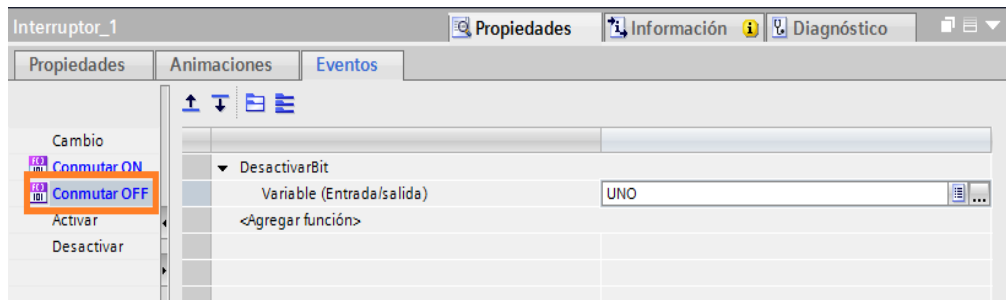

Figura 145: Selección de variable desactivado por bit.
14. Para ingresar la variable por la cual se enviará los datos, dar clic en el cuadro ingresar datos. En la parte inferior aparece una venta “Proceso” Figura 145.